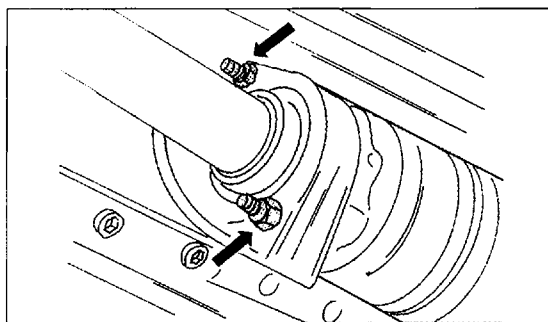

Bild 215
- Die beiden Muttern des Stützlagers in Bild 215 lösen und die Köpfe der Exzentrerschrauben um eine viertel Umdrehung von ihrer ursprünglichen Lage verdrehen. Die Welle danach vollkommen herausziehen.